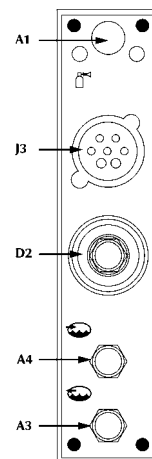

Fig. 9
- Sluit de kabelbundel aan op het contactpunt D2 / J3 (fig. 9) en de leidingen van de koelvloeistof, als er koelvloeistof gebruikt wordt, op de aansluitingen A3 / A4.
- Sluit de gasslang aan op de aansluiting van  $\frac{1}{2}$  inch op de achterkant (fig. 9).